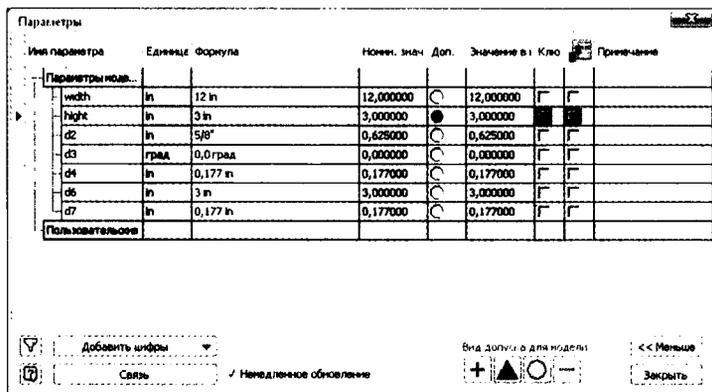

Рис. 15.2. Редактирование имен параметров и значений в диалоговом окне вместо эскиза
- Щелкните ячейку с **d1**, переименуйте ее в **height**, затем измените формулу на **3 in**, как показано на рис. 15.2.